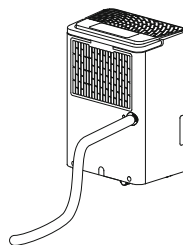

Рис. 4.
B. **Непрерывный слив (Рис. 4).** Для слива конденсата подсоедините дренажный шланг к отверстию в верхней части бака и организуйте отвод воды в специальную емкость либо в канализационное отверстие.